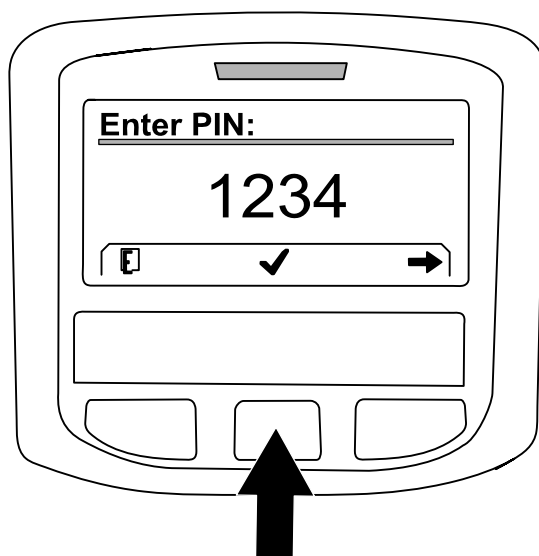
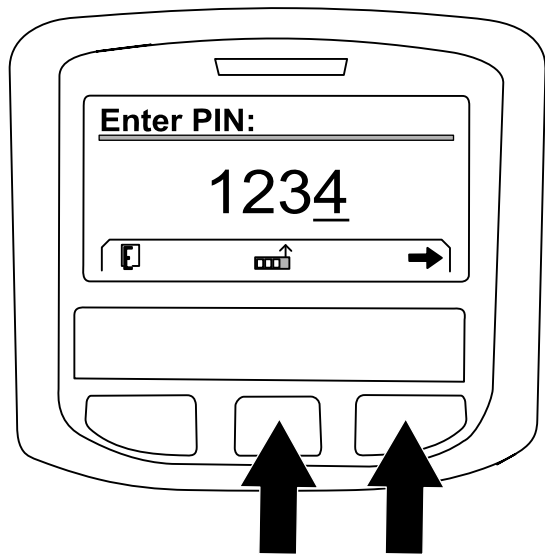

Рисунок 231
Рисунок 230
- A. Нажмите среднюю кнопку как требуется, чтобы ввести цифру ПИН-кода для левой позиции (Рисунок 230).
- B. После этого нажмите правую кнопку, чтобы перейти к следующей позиции цифры ПИН-кода (Рисунок 230).
- D. После того как будут введены все цифры ПИН-кода, нажмите правую кнопку (Рисунок 230) а затем нажмите среднюю кнопку, чтобы ввести ПИН-код в память (Рисунок 231).